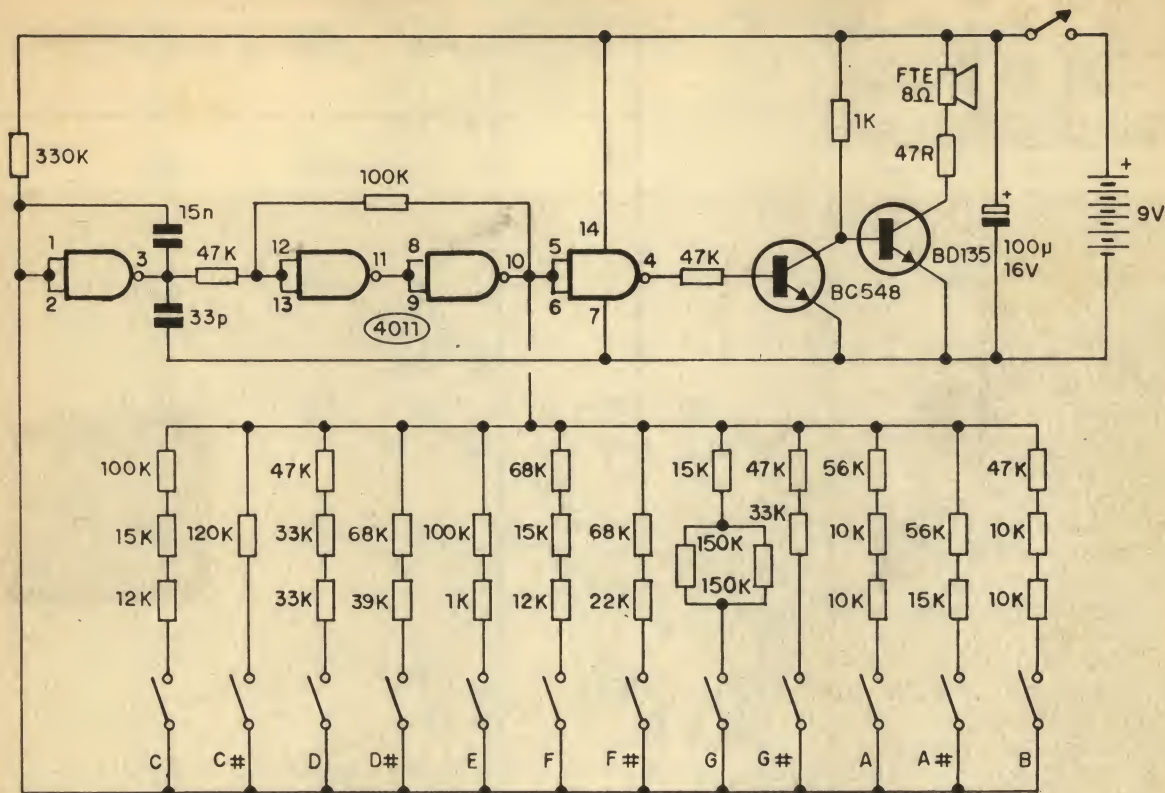

Fig.1
- FIG. 1 - O CIRCUITO - Um oscilador "mestre" formado pelos três primeiros **gates** de um Integrado digital C.MOS 4011, super-comum, ou seja: os blocos delimitados pelos pinos 1-2-3, 11-12-13 e 8-9-10... O arran-